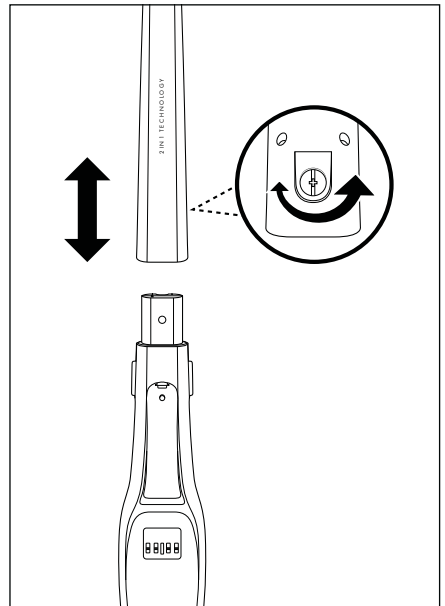

Abb. 1
- 1) Lösen Sie die Schraube ⑪ hinten am Stiel ⑩ mit einem Schraubenzieher entgegen dem Uhrzeigersinn. Ziehen Sie die Schraube ⑪ aus der Schrauböffnung am Stiel ⑩.
- 2) Stecken Sie den Stiel ⑩ auf die Stielhalterung am Gerät. Schieben Sie den Stiel ⑩ ganz auf die Stielhalterung, bis er fest auf dem Gerät sitzt. (Abb. 1).
- 3) Stecken Sie die Schraube ⑪ wieder in die Schrauböffnung hinten am Stiel ⑩. Ziehen Sie die Schraube ⑪ mit einem Schraubenzieher im Uhrzeigersinn fest (Abb. 1).